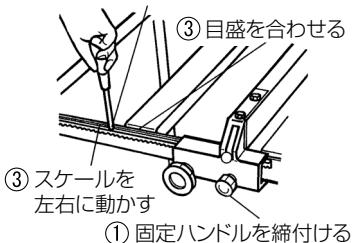

図 38
- ① 固定ハンドルを締付けます。
- ② スケールを取付けている 4 mm ネジ(3 個)を手持ちのプラスドライバーでゆるめます。
- ③ スケールを左右に動かして目盛を合わせます。
- ④ 4 mm ネジ(3 個)を締付けてスケールを固定します。(図 38)